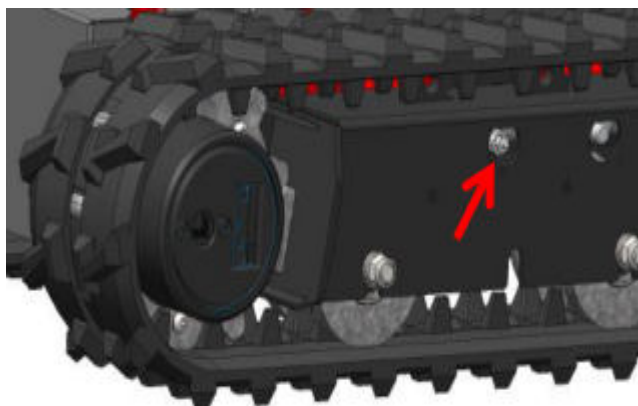

Figura 4.2 Mettere in tensione i cingoli
9. Tendere i cingoli posizionando l'ingrassatore sul punto di ingrassaggio al centro dei cingoli (vedi *Figura 4.2*) e pompando finché l'ingrassatore non oppone maggiore resistenza. I cingoli non devono essere troppo aderenti.